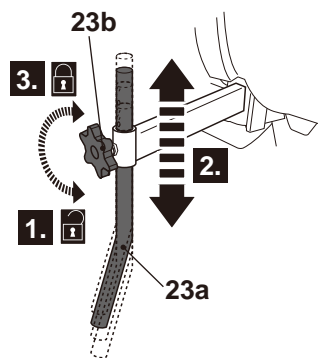

Fig. 16
- > Solte ligeiramente o botão (23b) (Fig 16, passo 1) e ajuste o patim (23a) entre as 4 posições disponíveis (Fig. 16, passo 2).
- > Aperte firmemente o botão (23b) para fixar a posição (Fig. 16, passo 3).